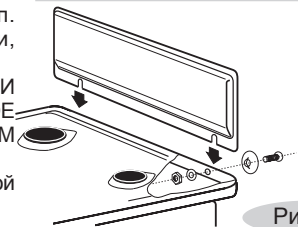

Рис. 15
- Щиток (при наличии) закрепляется перед установкой плиты (рис. 15).